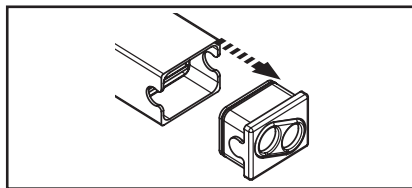

fig.2 Tapa de cierre del recipiente
2. Abra el recipiente retirando el tapón de cierre (fig. 2).